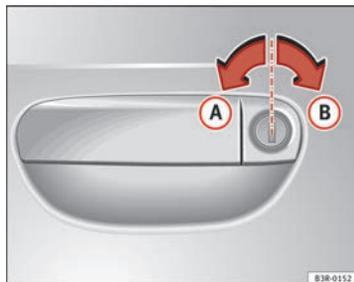

Fig. 70 Movimientos de la llave para abrir y cerrar
- Gire la llave hacia la izquierda en la cerradura de la puerta del conductor hasta alcanzar la posición de apertura (A) ⇒ fig. 70.
- Gire la llave hacia la derecha en la cerradura de la puerta del conductor hasta alcanzar la posición de cierre (B) ⇒ fig. 70 ⇒ ⚠.
Para ello, gire la llave en la cerradura de la puerta del conductor **dos veces** sucesivamente hasta alcanzar la posición de cierre (B) ⇒ fig. 70.